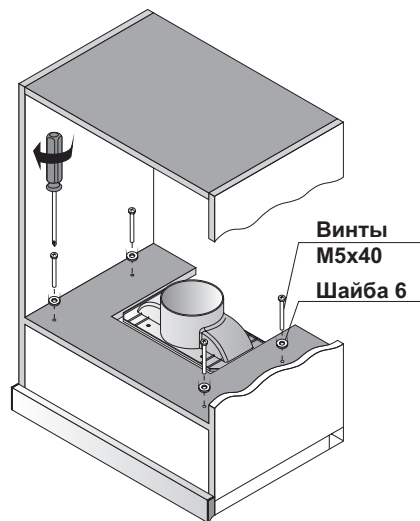

Рис. 5
3. При помощи винтов M5x40 с шайбами из монтажного комплекта и отвертки прикрепите вытяжку к шкафу. (Рис. 5)